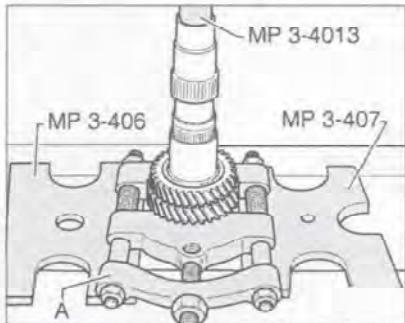

Рис. 7.102. Снятие шестерни 3-й и 2-й передач.
9. Спрессуйте шестерню 3-й и 2-й передач с помощью съемника Kukko 17/2 (A) (рис. 7.102).